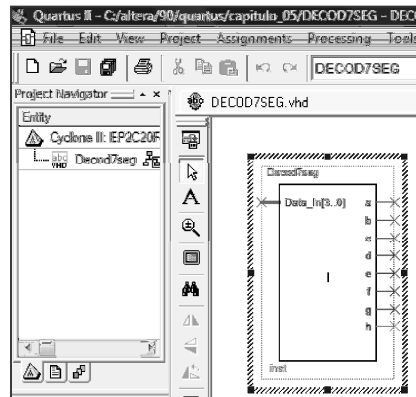

Figura 5.42 - Bloco lógico correspondente ao projeto DECOD7SEG.
16. Crie um bloco lógico para símbolo gráfico do projeto. A Figura 5.42 mostra o bloco lógico criado, arquivo *DECOD7SEG.bsf*, que agora faz parte da biblioteca do software Quartus II.